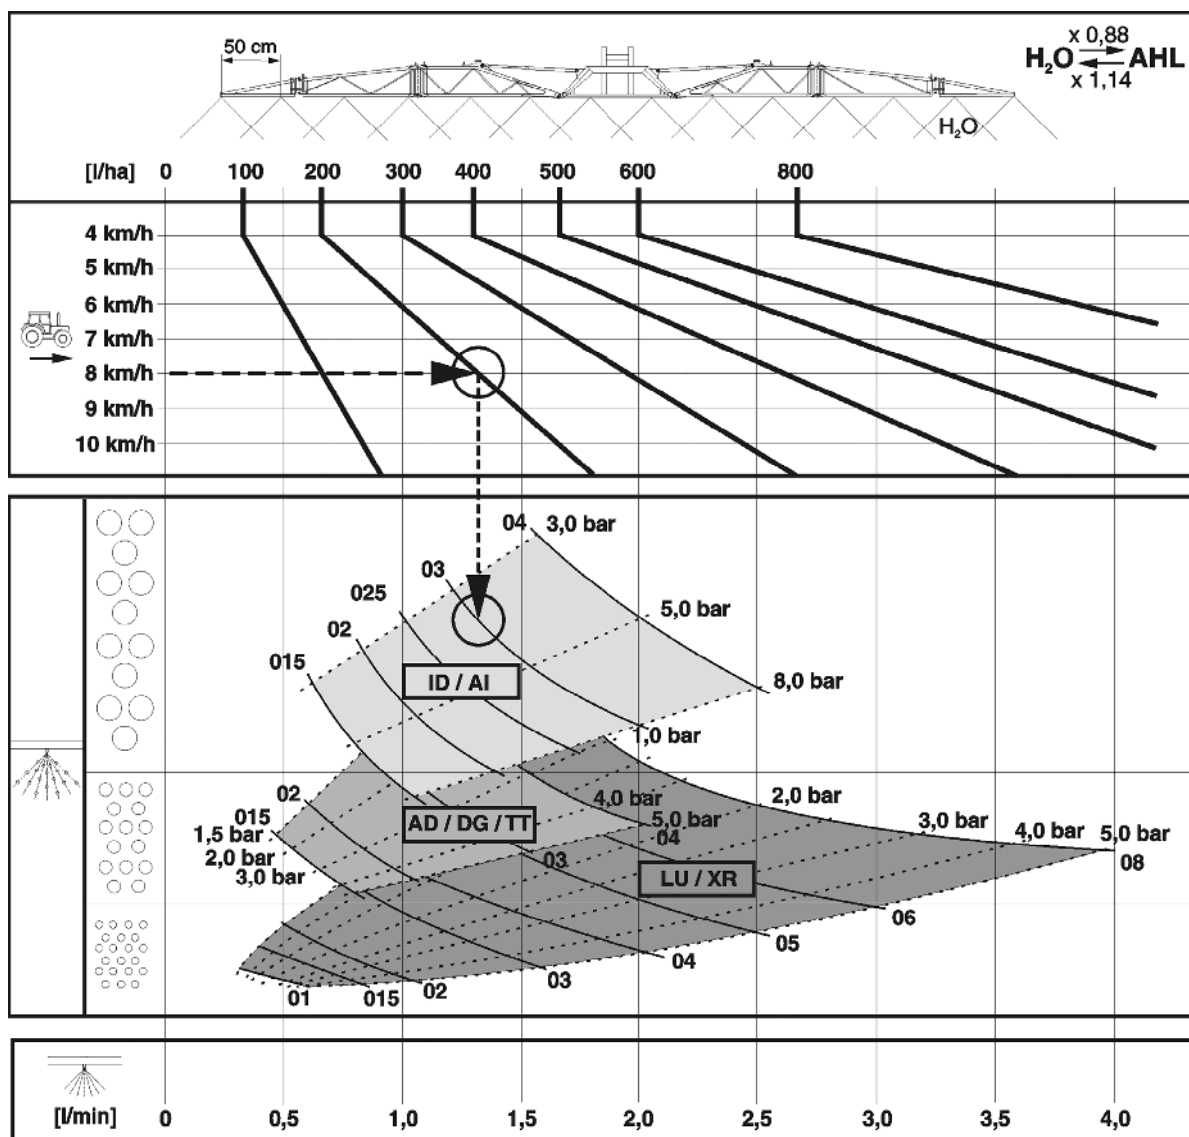

Bild 3
- Bild 3 används för val av lämplig munstyckstyp. Munstyckstyp bestäms av
- Bild 3 används för